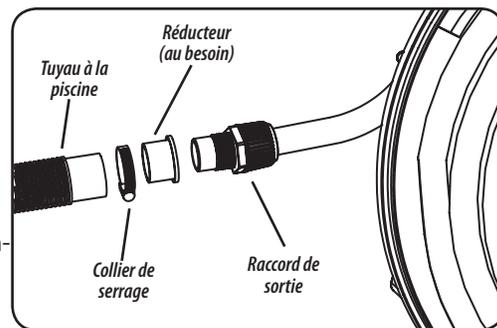

Figure 3
- 2) À l'aide d'un collier de serrage, fixez l'extrémité non fixée de votre tuyau de retour de piscine existant au raccord de tuyau central (voir figure 3).